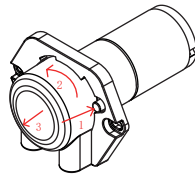
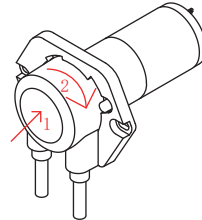

图1
图3
- 1、按下卡扣（图1标号1）
- 2、逆时针旋转泵头盖至限位处（图1标号2）
- 3、面向自己方向垂直取下泵头盖（图1标号3）
- 2、按照之前拆卸位置（图1标号3）原方向插入到电机轴上，（图3标号1），顺时针旋转，待泵头卡扣与泵头前盖锁住到位，此时泵头的出/入口应与泵头安装板的两个螺钉安装孔成垂直状态图示(图3)